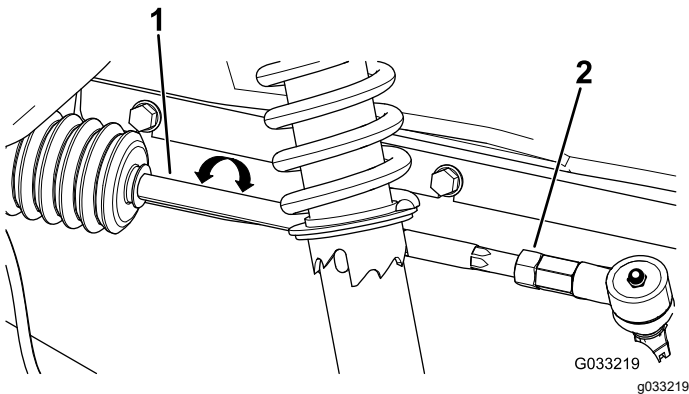

Figure 41
- Si la mesure n'est pas comprise entre 0 et 6 mm (0 et ¼ po), desserrez les écrous de blocage aux extrémités extérieures des biellettes (Figure 41).